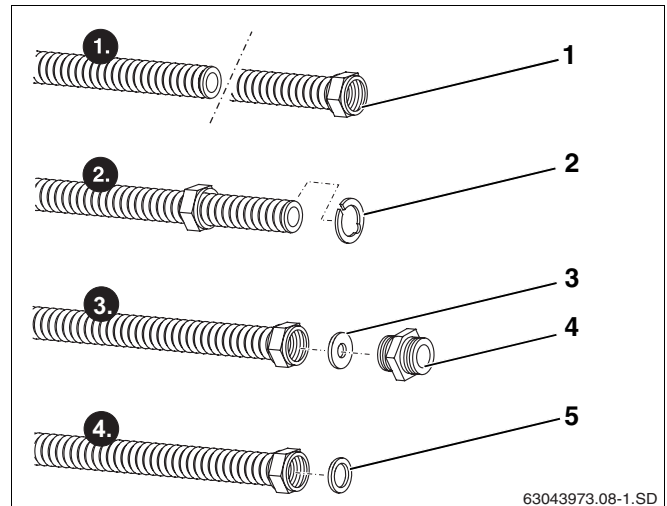

Abb. 40 Anschlussrohr kürzen
- Überwurfmutter und Wellrohrstück (Abb. 40, **Pos. 1**) mit Rohrschneider vom Anschlussrohr abtrennen.
- Klemmscheibe (Abb. 40, **Pos. 2**) hinter die erste Welle legen und zusammendrücken. Die Klemmscheibe muss gleichmäßig am Bund der Überwurfmutter anliegen.
- Karosseriescheibe (Abb. 40, **Pos. 3**) vor Schnittfläche des Anschlussrohres in die Überwurfmutter legen.
- Doppelnippel (Abb. 40, **Pos. 4**) in Überwurfmutter fest einschrauben, damit plane Dichtfläche am Anschlussrohr erzeugt wird.
- Dichtung (Abb. 40, **Pos. 5**) einlegen.